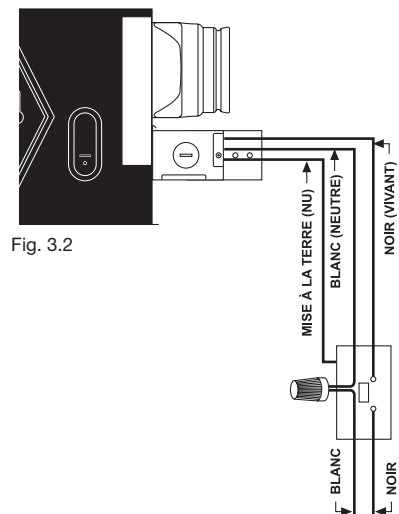

Fig. 3.2
- 4- Raccordez le fil neutre (blanc) provenant de l'interrupteur au fil blanc (neutre) du ventilateur en utilisant un connecteur. Raccordez le fil vivant (noir) provenant de l'interrupteur au fil vivant (noir) du ventilateur en utilisant un connecteur. (Fig. 3.2)